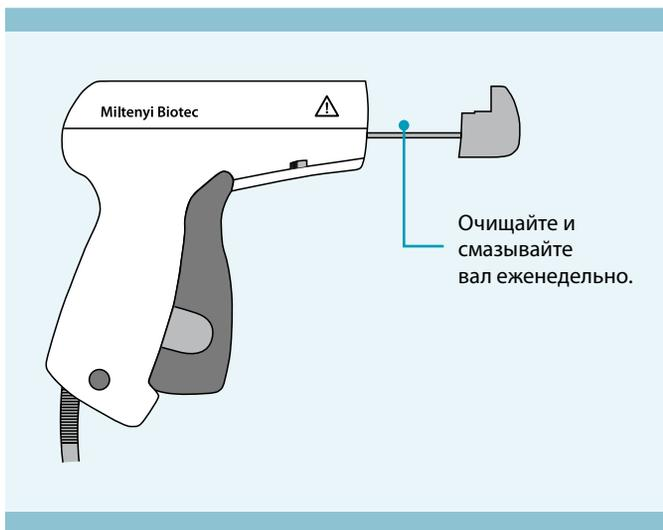

Рис. 4.3: Вытянутый электрод
2. Сначала нажмите на электрод внутрь корпуса, а затем вытяните его (см. Рис. 4.3).